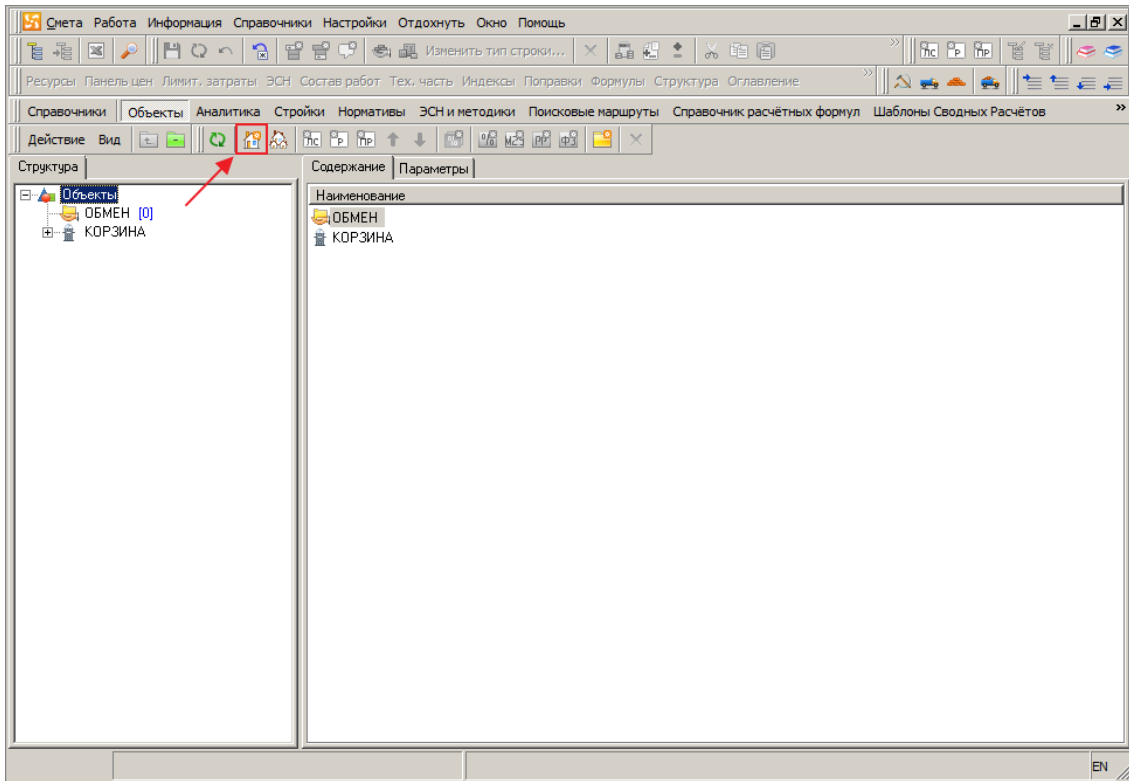

Рис. 1. Создание объекта с помощью кнопки "Добавить объект"
- щелкните мышью по кнопке-пиктограмме  **Добавить объект** (см. рис. 1);